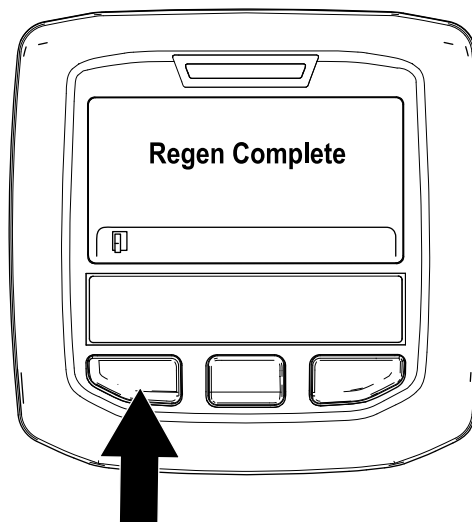

Bild 56
- Die geparkte Regenerierung ist abgeschlossen, wenn die Meldung „Regen. Complete“ im InfoCenter angezeigt wird. Drücken Sie die linke Taste, um den Homebildschirm anzuzeigen (Bild 56).